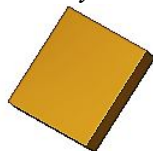

Рис. 8.1. Построение первого геометрического элемента - призмы
1. Построение штока начните с крайнего геометрического элемента – прямой призмы, в основе которой лежит квадрат со стороной 6 мм и высотой 1 мм. Построение можно выполнить с помощью команды «Выдавить» , предварительно построив эскиз прямоугольника с помощью команды «Многоугольник»  (рис. 8.1).